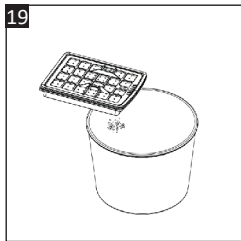

Рис. 19
5. Акуратно постукайте HEPA-фільтром (22) по смітнику, щоб видалити надлишки пилу (рис. 19).